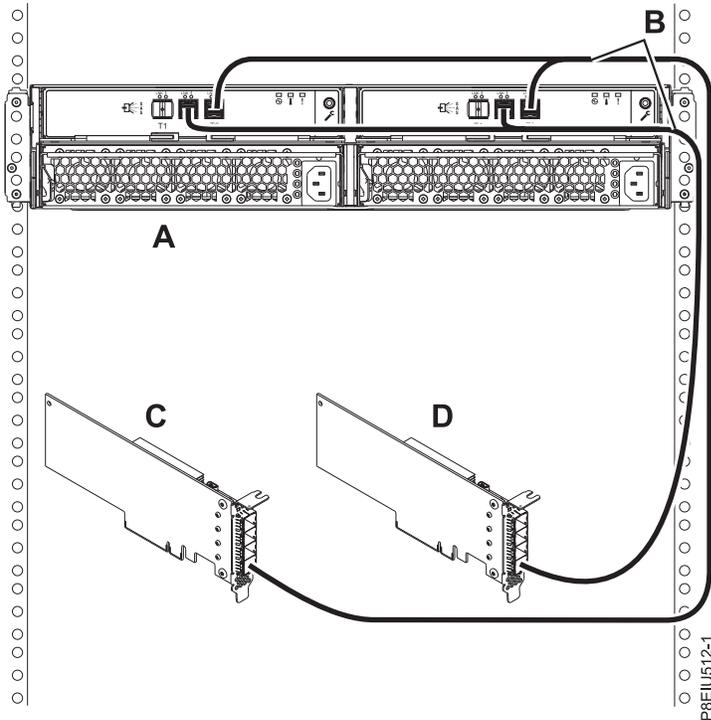

Figure 18. Connexion de mode 2 d'une armoire de stockage ESLL ou ESLS avec des câbles YO12 à deux adaptateurs SAS FC EJ0J ou FC EJ0M indépendants
18. Etablissez une connexion de mode 2 à une armoire (A) avec des câbles YO12 (B) à deux adaptateurs SAS FC EJ0J ou FC EJ0M indépendants, comme illustré dans la figure 18, à la page 21, puis passez à l'étape «Connexion des câbles et des cordons d'alimentation et installation des capots», à la page 24.